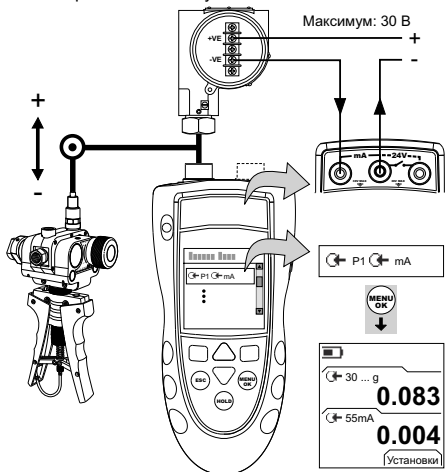
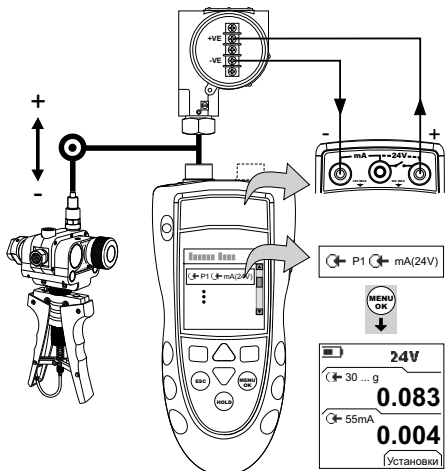

Рисунок 5: Пример конфигурации. Калибровка датчика с внешним контуром питания
Рисунок 6: Пример конфигурации. Калибровка датчика с внутренним контуром питания
1. Подключите прибор (Рисунок 5 или Рисунок 6) и при необходимости отрегулируйте Set Up (Настройка) (Таблица 1).